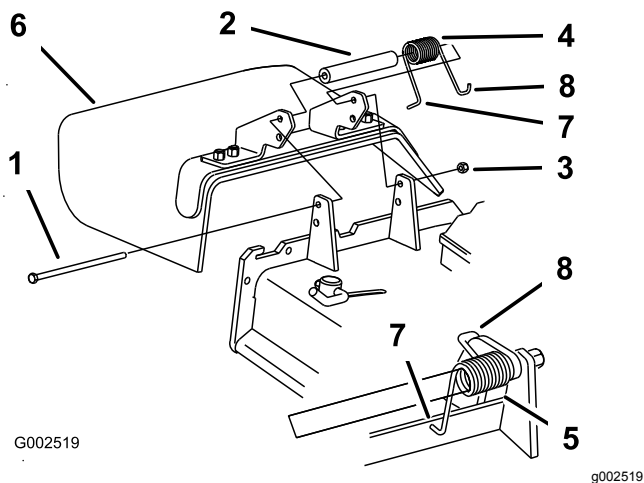

Figure 103
1. Retirez le contre-écrou, le boulon, le ressort et l'entretoise qui fixent le déflecteur aux supports de pivot (Figure 103).
Remarque: Prenez soin de placer l'extrémité en L du ressort derrière le bord du tablier avant de mettre le boulon en place, comme montré à la Figure 103.
5. Placez l'extrémité en J du ressort autour du déflecteur d'herbe (Figure 103).